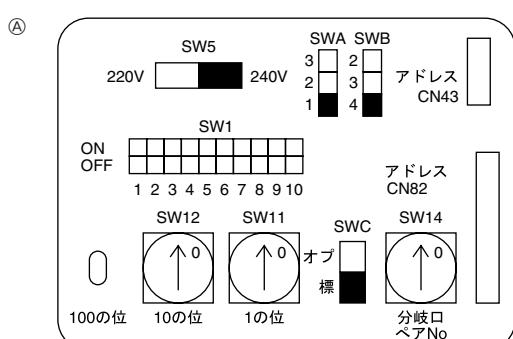

Fig. 4-4
4.3. Configuration des adresses (Fig. 4-4)